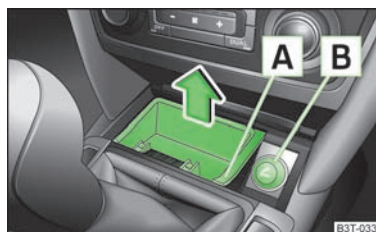
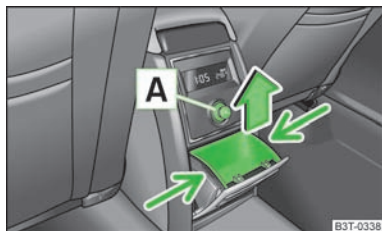

Fig. 85
Fig. 86
- Attrapez le boîtier du cendrier au niveau de  » fig. 85 et le sortir dans le sens de la flèche.
- Attrapez le boîtier au niveau des flèches » fig. 86 et faites-le sortir.
- Appuyez sur le bouton d'allumage [A] » fig. 86 ou [B] » fig. 85.
Dans la console centrale avant - [B] » fig. 85.
Dans la console centrale arrière - [B] » fig. 86.